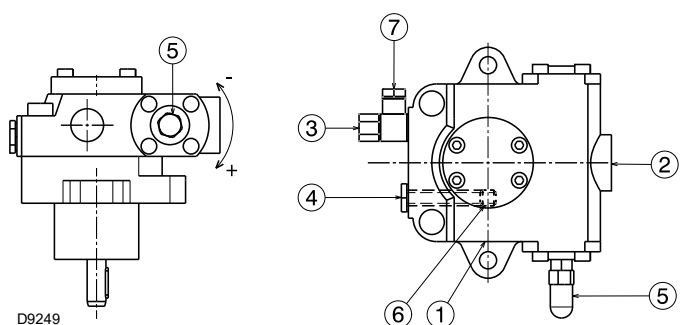

Abb. 22
Sie sind am Brenner installiert und der Bypass wird mit der Schraube 6)(Abb. 22 auf Seite 26) geschlossen.
- Damit sich die Pumpe (Abb. 22) selbst einschalten kann, muss unbedingt die Schraube 4) der Pumpe gelockert werden, damit die Saugleitung entlüftet wird.
Legende (Abb. 22)
Der vorstehende Vorgang ist möglich, da die Pumpe bereits werkseitig mit Brennstoff gefüllt wird. Falls die Pumpe geleert wurde, muss sie vor dem Starten über den Stopfen des Vakuummeters 4)(Abb. 22 auf Seite 26) mit Brennstoff gefüllt werden, andernfalls kommt es zum Festfressen.